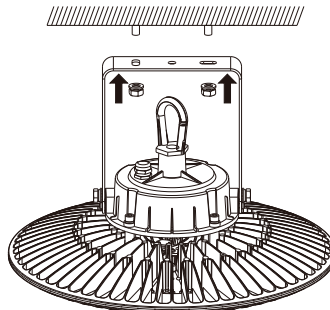

Fig. 2
2. Installez le support sur la surface de votre choix en utilisant 2 vis pour fixer chaque trou. (**Figure 2**).